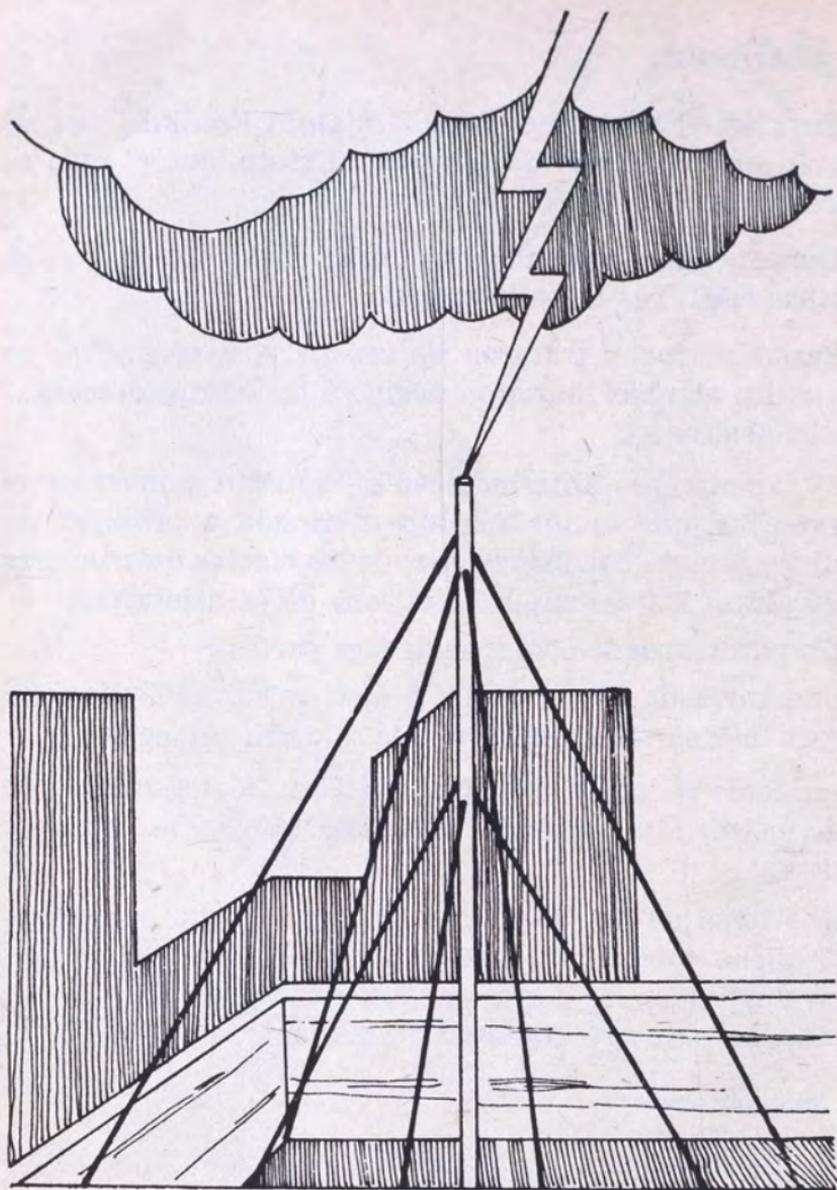

Figura 40. El pararrayos
- una toma de tierra que se efectúa soldando el extremo de dicho cable a un tubo, placa o reja que se sumerge en un pozo o en tierra, en una zona bastante húmeda para asegurar su contacto permanente. Figura 40.